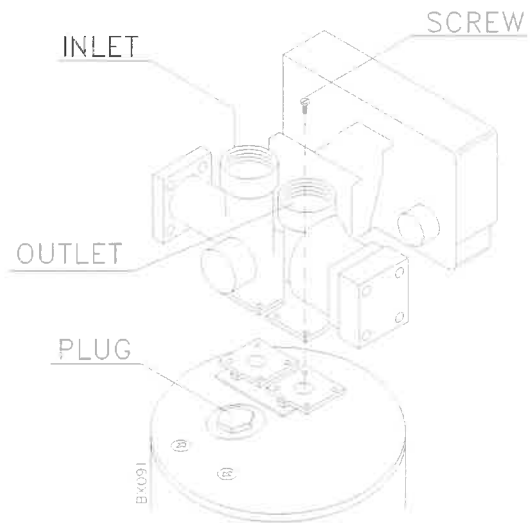

Figura 10
- 3) Posizionare la valvola sopra al contenitore come da figura 10.